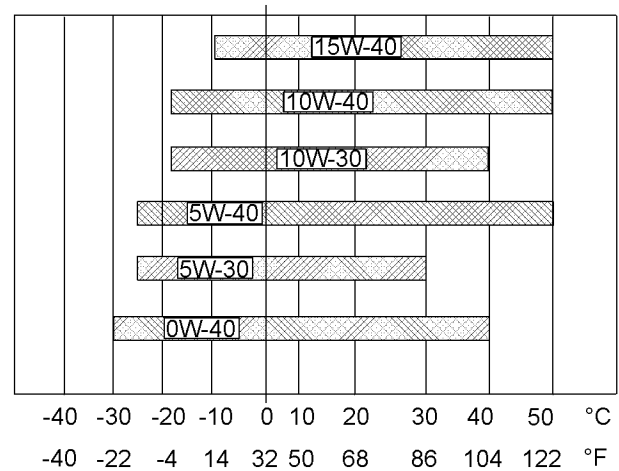

Abbildung 33
Informationen zur Bestimmung der erforderlichen Ölviskosität beim Starten eines kalten Motors sind der Abbildung 33 (Tiefsttemperatur) zu entnehmen.
Informationen zur Wahl der erforderlichen Ölviskosität für den Motorbetrieb bei der höchsten zu erwartenden Umgebungstemperatur sind der Abbildung 33 (Höchsttemperatur) zu entnehmen.
- Siehe geeignete "Schmiermittelviskosität". Zur Bestimmung der für den verwendeten Motor geeigneten Ölviskosität siehe Abbildung 33 .